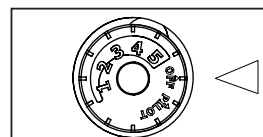

Fig. 21: Perilla de control
2. Gire la perilla de control en dirección de las manecillas  del reloj hacia la posición OFF (apagado) (consulte la Fig. 21).
3. Espere cinco (5) minutos para que se despeje el gas. Luego verifique si hay olor a gas, incluso cerca del piso. Si percibe olor a gas, ¡DETÉNGASE! Siga la sección "B" de la información de seguridad, como se indicó anteriormente. Si no hay olor a gas, proceda con el próximo paso.
6. Mantenga presiona la perilla de control durante (30) segundos después de que el piloto se encienda. Suelte la perilla de control.
- Si el piloto se apaga, repita los pasos 3 a 7. Espere (1) minuto antes de intentar encender el piloto nuevamente. Si el piloto se apaga tras varios intentos, gire la perilla de control de gas en dirección de las manecillas  del reloj hasta la posición de apagado y llame a un técnico de servicio calificado.